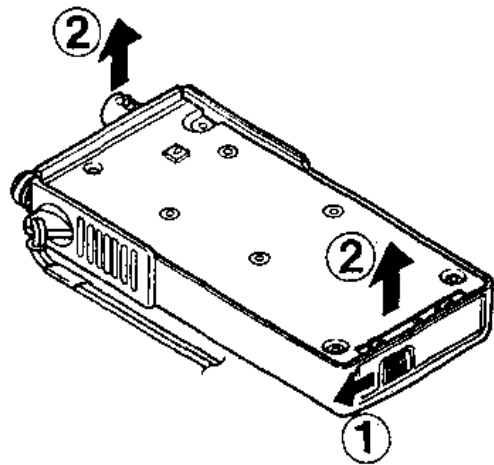

图 3-4
③ 按图 3-4 中箭头①方向推动 LOCK 锁定键并保持在这个位置。同时,按箭头②方向